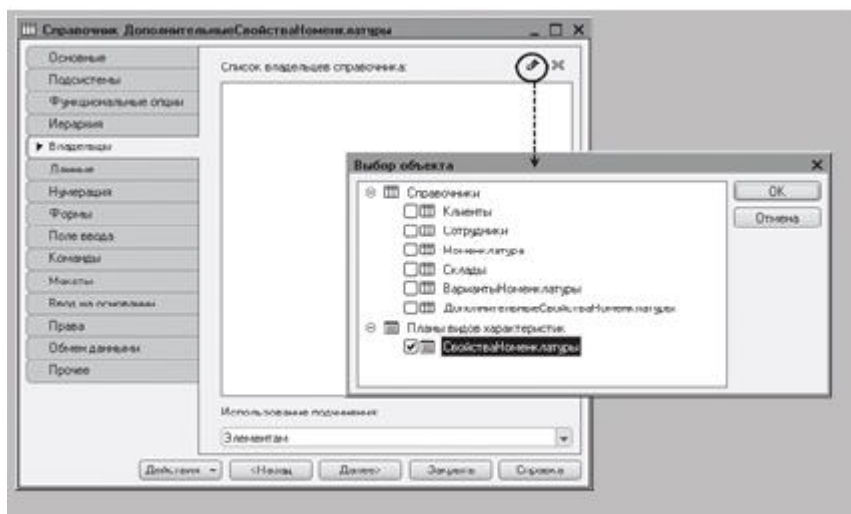

Рисунок 22.6 - Установка владельца справочника
1.5 Затем справочнику **ДополнительныеСвойстваНоменклатуры** укажем владельца – план видов характеристик **СвойстваНоменклатуры** (рисунок 22.6)